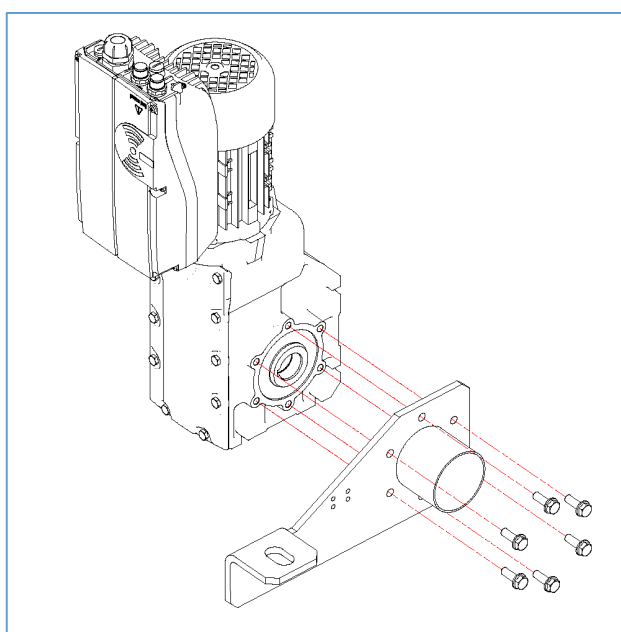

Figura 47 – Accoppiamento motoriduttore / braccio di reazione
1. Associare il motoriduttore al braccio di reazione, serrandolo con le viti. (vedi Figura 47).